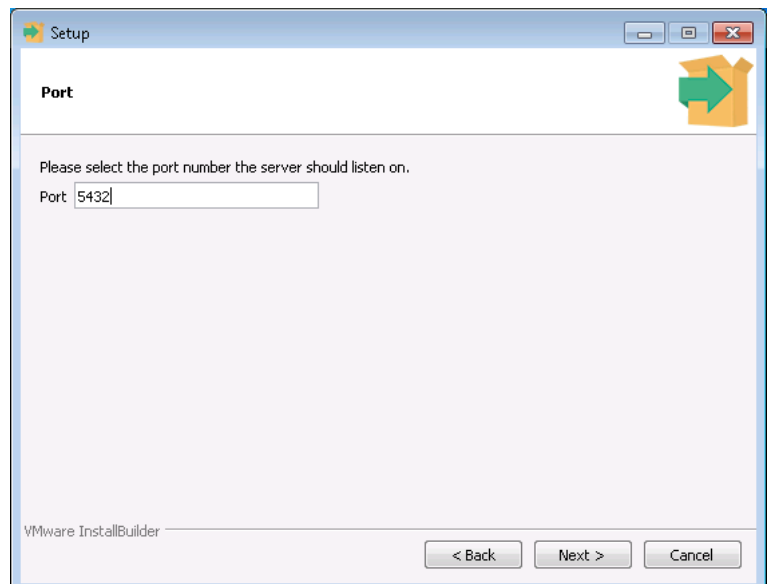

Рисунок 6.7 — Номер порта базы данных
5. Введите порт подключения к базе данных **5432** и нажмите кнопку *Next* (см. рисунок 6.7).